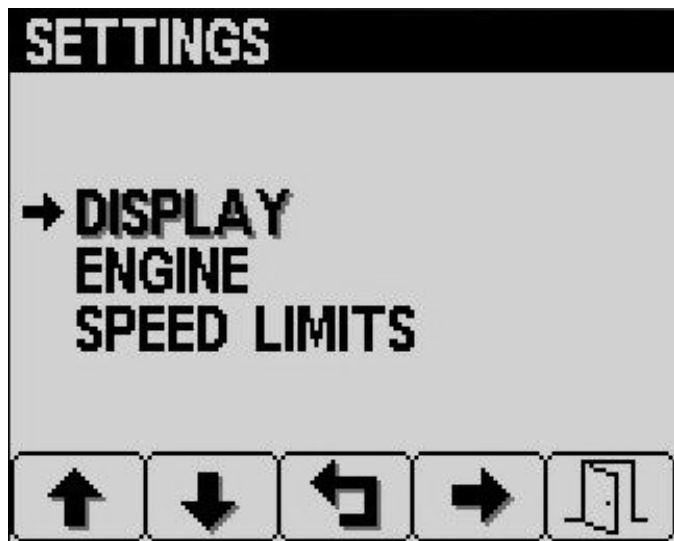

Figura 12
3. Desde la pantalla Configuración, pulse el botón 4 para seleccionar Mostrar (Figura 12).